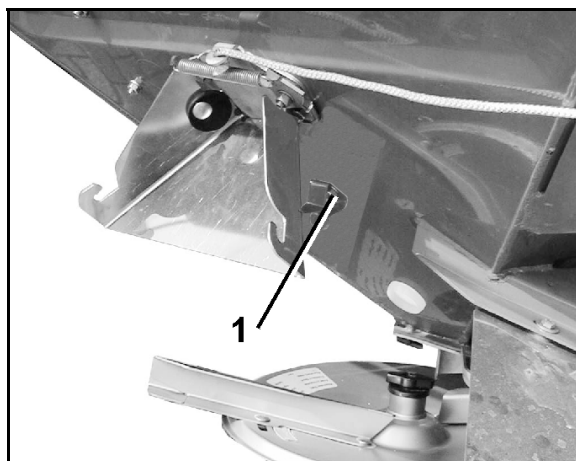
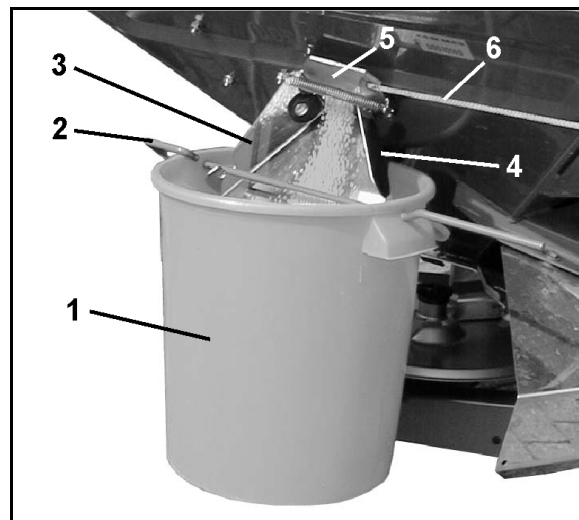

Fig. 59
Fig. 61
1. Colgar el recipiente colector (Fig. 61/1) por medio del gancho (Fig. 61/2) en la resbaladera de salida (Fig. 61/3). Engarzar el recipiente colector en el dispositivo de enganche (Fig. 61/4 y Fig. 59/1).
2. Abrir por completo la corredera lateral (Fig. 61/5) de la resbaladera de salida aprox. 5 seg. tirando del cable (Fig. 61/6) (así se garantiza una salida uniforme del abono). A continuación, volver a verter en la esparcidora la cantidad de abono recogida.